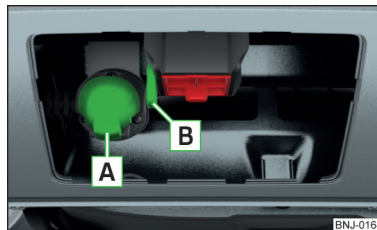

Fig. 162
- Introduceți conectorul cablului remorcii/ accesoriiilor în priză cu 13 poli  » fig. 162. (În cazul în care remorca/accesoriile dispun de o fișă cu 7 pini, puteți folosi un adaptor corespunzător, din gama de accesorii originale ŠKODA).